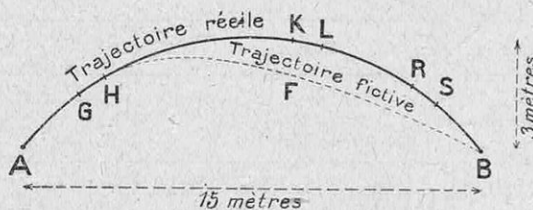

FIG. 8. — LE TRAJET DÉCRIT PAR UNE BALLE DE TENNIS ENTRE « A » ET « B » EST RÉGI PAR LE PRINCIPE DE MOINDRE ACTION
Le premier énonça, vers le milieu du XVIIIe siècle, le principe connu sous le nom de « principe de Maupertuis » ou « principe de moindre action ». Pour en saisir la signification, considérons le mouvement d'un projectile, d'une balle de tennis si l'on veut, entre le lancé *A* et la chute *B* (fig. 8) ; la trajectoire effective est *AGHKLRSB* (si l'on néglige la résistance de l'air). Supposons-la divisée d'un bout à l'autre en un grand nombre (une centaine) de longueurs égales, telles que *GH*, ou *KL*, ou encore *RS*. Considérons, par exemple, la portion *KL* ; pour avoir l'action du petit trajet *KL*, nous multiplierons la masse de la balle (100 g) par la vitesse en *K* (3) (10 mètres par seconde) et par la longueur *KL* (20 centimètres). Nous
(1) Étant donné qu'un train conserve de l'énergie pendant toute la durée du mouvement, l'action du voyage sera d'autant plus grande que le parcours sera plus long.
(2) L'énergie cinétique dépendant de la masse et du carré de la vitesse, si on la multiplie par le temps (pour avoir une action), on a le produit :